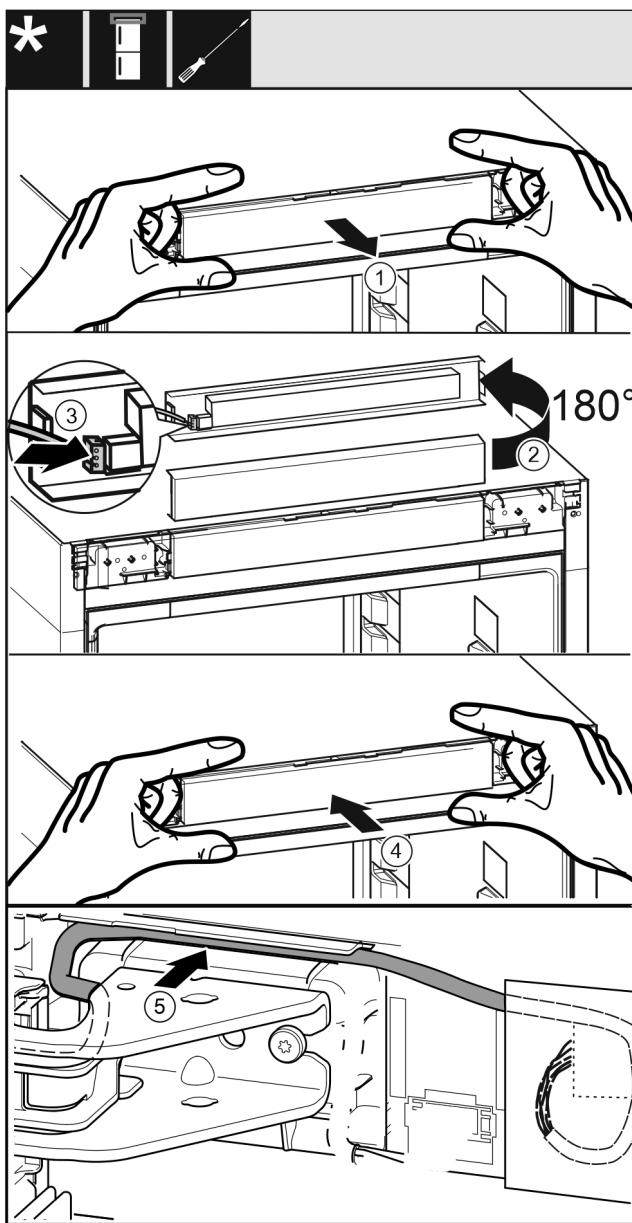

Fig. 39
- Vzemite okvir Fig. 39 (1) upravljalne plošče previdno ven.
- Obrnite upravljalno zaslonko Fig. 39 (2) navzgor za 180°.
- Zatakните vtič Fig. 39 (3) v zaslonko upravljalne plošče.
- Zaslonko upravljalne plošče Fig. 39 (4) zatakните nazaj v napravo.
- Kabel Fig. 39 (5) previdno položite v vodilo nad zgornjim ležajnim podstavkom.